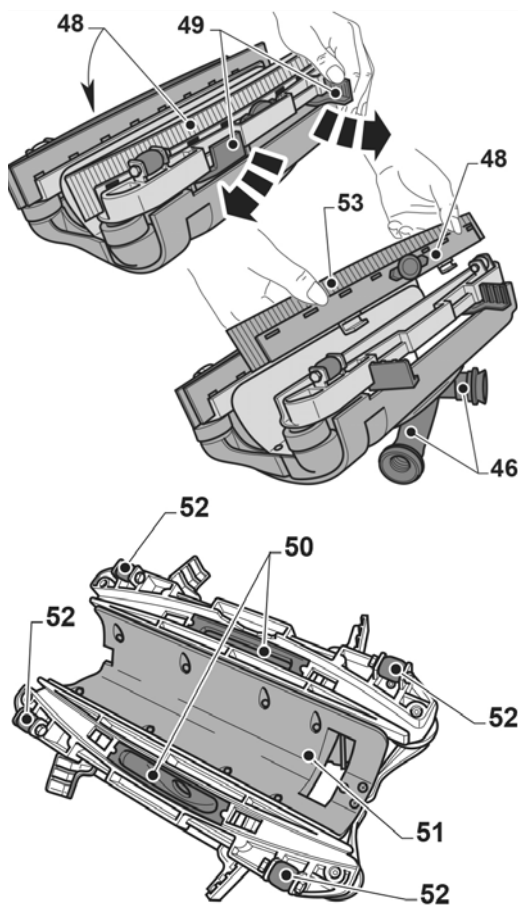

Abb. 25: Reinigung der Wischergruppe
Um den Wischer (Pos. 48, Abb. 25) richtig zu reinigen muss er folgendermaßen entfernt werden:
Schritt 2: Drehen Sie die Hebel (Pos. 49, Abb. 25) nach außen und positionieren Sie sie auf beiden Seiten der Gruppe.
Schritt 3: Entnehmen Sie die Wischer (Pos. 48, Abb. 25) von beiden Seiten. Die Wischer (Pos. 48, Abb. 25), die Saugblöcke (Pos. 50, Abb. 25), das Gehäuseinnere (Pos. 51, Abb. 25) und die Räder (Pos. 52, Abb. 25) gründlich reinigen, die Leitungen (Pos. 46, Abb. 25) auf Verstopfungen prüfen und deren oberen Teil aufmerksam reinigen.
Sollte während der Reinigung bemerkt werden, dass die Kautschuklamellen (Pos. 53, Abb. 25) beschädigt oder abgenutzt sind, müssen sie ausgetauscht oder umgedreht werden.